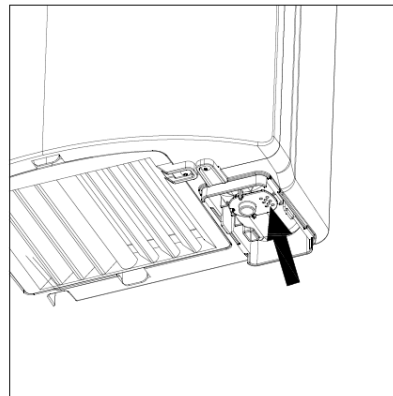

Abb. 9
- II. Den Knopf für die Wasserentleerung wie in Abb. 9 drücken, bis kein Wasser mehr im Behälter ist.